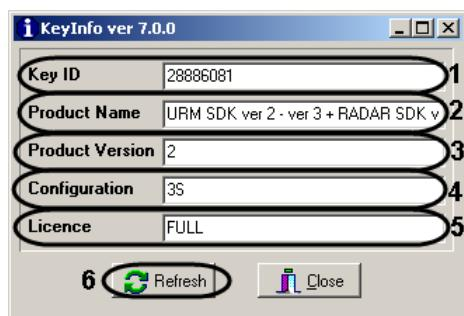

Рис. 13.1—3 Информация в окне утилиты KeyInfo.exe
- Название продукта, который поддерживает ключ в поле «Product Name» (см. Рис. 13.1—3, 2).
- Версия ключа в поле «Product Version» (см. Рис. 13.1—3, 3).
- Конфигурация ключа в поле «Configuration» (см. Рис. 13.1—3, 4).